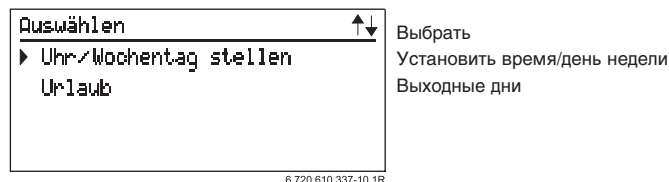

Рисунок 38. Подменю: Установить время/день недели
- ▶ Подтвердите выбор клавишей , курсор при этом переходит на вышестоящее меню (рисунок 38, стр. 25).